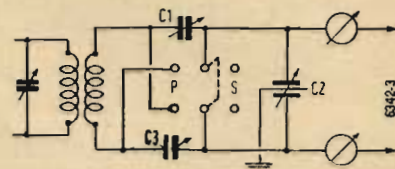

Fig. 3. — Linea di trasmissione bilanciata, C1 e C3 sono dei normali condensatori di accordo, e C2 è un condensatore differenziale di bilanciamento.
Fig. 2 A e 2 B. — Misura della corrente di griglia individuale; (A) montaggio con bobina spezzata, valori come in fig. 3; con C9 200-300 pF; (B) circuito di polarizzazione in parallelo alla bobina di accordo, con C10 e C11 di 100 pF.